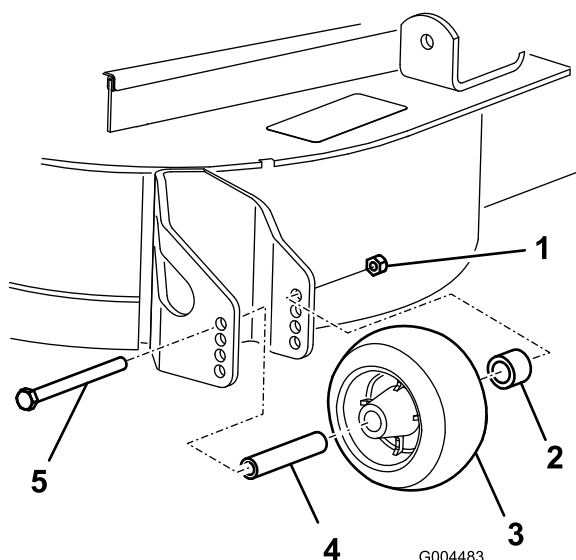

Figura 8
3. Dopo avere regolato l'altezza di taglio, regolate i rulli togliendo il dado flangiato, la boccola, il distanziale ed il bullone (Figura 8).
5. Montate il dado flangiato, la boccola, il distanziale ed il bullone. Serrate a 54–61 Nm (Figura 8).